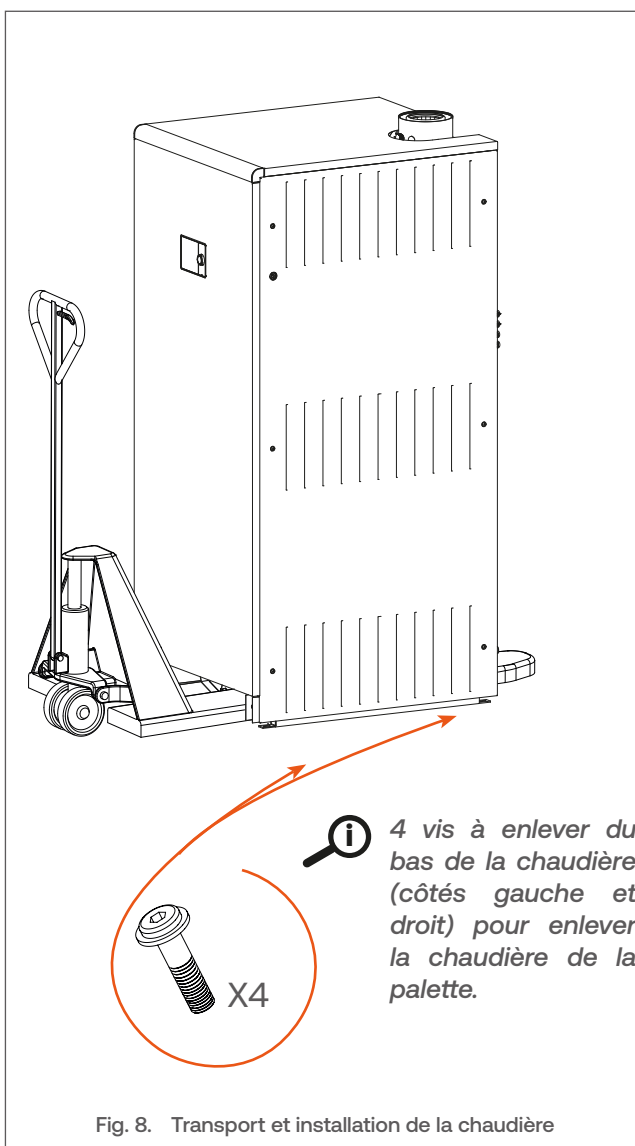

Fig. 8. Transport et installation de la chaudière
1. Glisser les bras du transpalette sous la chaudière, par l'avant de l'appareil (Voir **Fig. 8**).